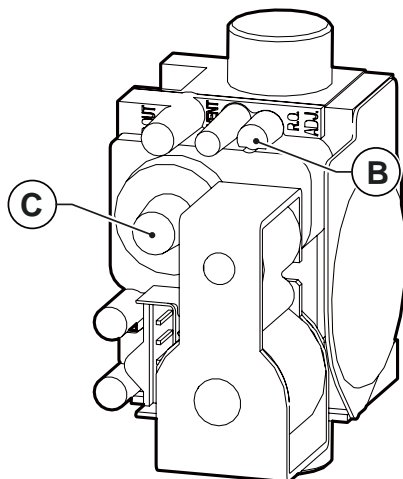

Fig. 45 Regulación valor anhídrido carbónico
- Regular el valor del anhídrido carbónico (CO2) en los humos girando el regulador de relación **B** (ver Fig. 45 Regulación valor anhídrido carbónico) y asegurarse de que no supere los límites de la Tab. 24 Valores de CO2 en los humos. Dejar la caldera en modalidad deshollinado y continuar en el paso siguiente de ajuste a la potencia mínima.
- Regular el valor del anhídrido carbónico (CO2) en los humos girando el regulador de offset **C** (ver Fig. 45 Regulación valor anhídrido carbónico) y asegurarse de que no supere los límites de la Tab. 24 Valores de CO2 en los humos.